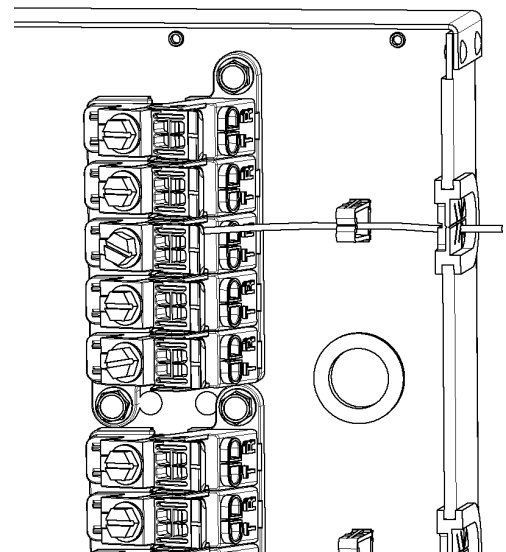

Figure 4
3. Relever au maximum le boulon du circuit en le tournant dans le sens antihoraire. Bien insérer les conducteurs (Figure 4). Rabaisser le boulon en le tournant dans le sens horaire.
4. Une fois le fil dans la borne, l'insérer dans la pince et le passe-fil du boîtier (Figure 4).